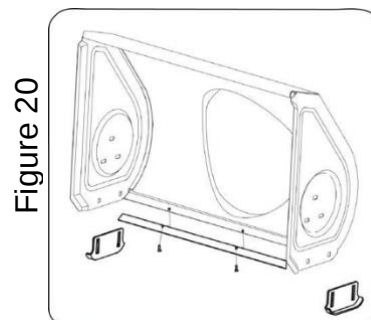

Figure 20
2. Соберите новые детали с 4 болтами (по 2 на каждой стороне) и гайками фланца. Fig. 20.
2. Соберите новую пластину, убедившись, что головки болтов каретки находятся внутри корпуса. Надежно затяните. Fig. 20.